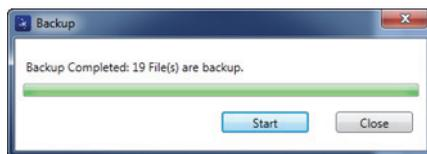

图 6-32 备份对话框（完成）
6. 当备份操作完成时，点击 **Close**（关闭）（参见第 317 页的图 6-32）。